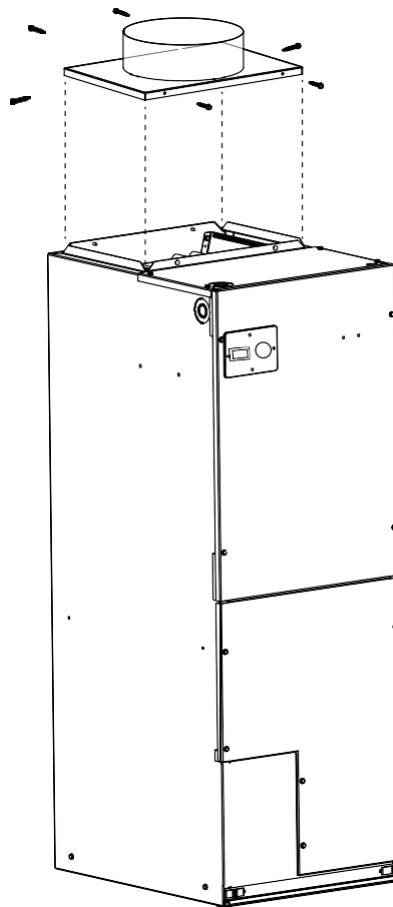

Fig. 4 – Instalación de adaptador de ducto.
4. Use los tornillos incluidos para fijar la placa de transición de conducto redondo a la parte superior de la unidad (Fig. 4).